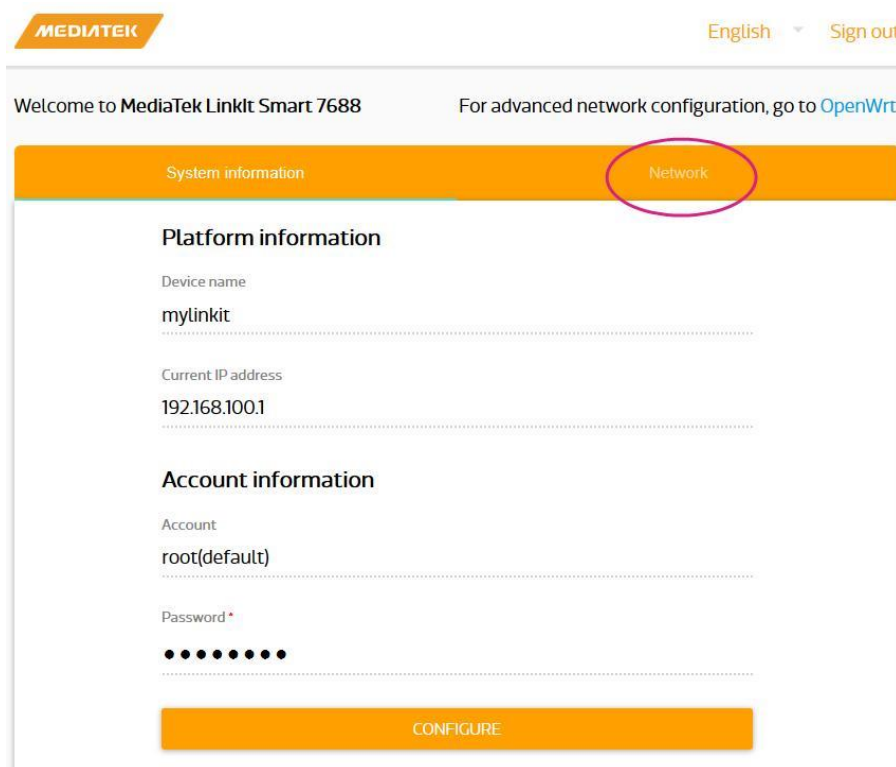

图 29 使用 Web UI 改变网络设置
- 1) 如图 29 所示，点击由右上角的 **Network** 按钮。